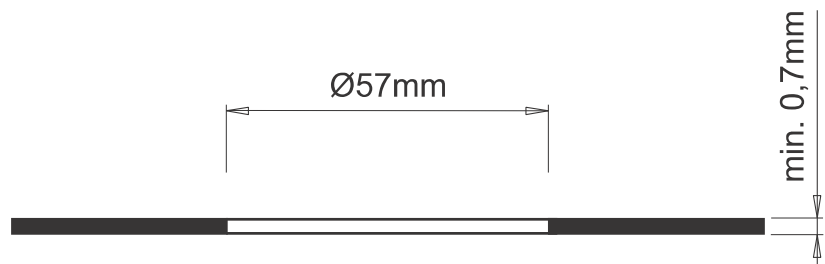

Fig 3
- Szerelés esetén fúrjunk egy Ø57 mm-es lyukat Lásd Fig.3.